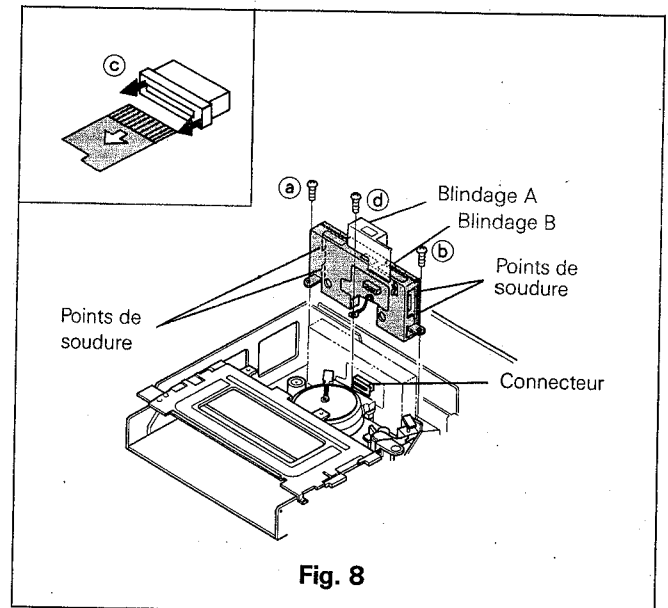

Fig. 8
- B. Déconnecter la tresse en tirant légèrement sur l'extrémité du connecteur (c) comme le montre la Fig. 8.
- E. Afin d'accéder au côté composants, dessouder les quatre points de fixation du blindage puis l'ôter suivant la Fig. 8.